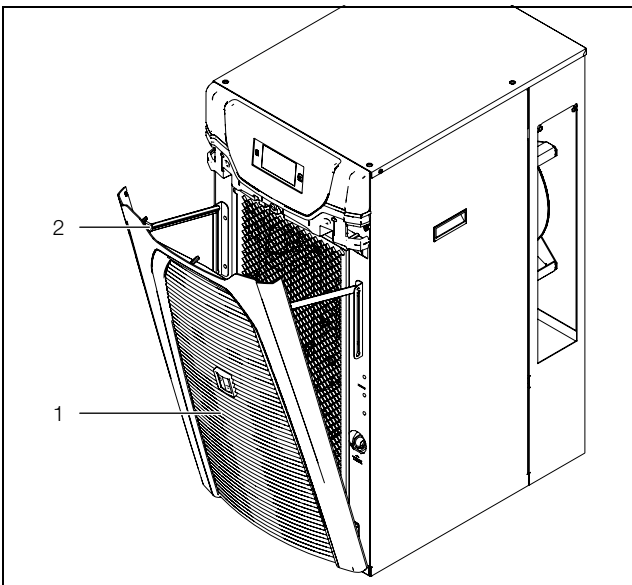

Fig. 35: Sollevamento della griglia di aerazione 3334400
- Sollevare la griglia di aerazione in avanti al di sotto della cintura (fig. 35, pos. 1).